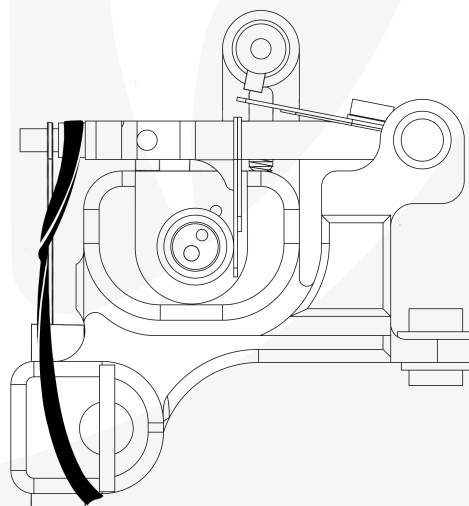

Fig 5: Placement de l'élastique pour contrecarrer la cartouche.
- **Instruction** : Placer un **élastique** à l'emplacement spécifique de la **barre d'armature**(1), destiné à **contrecarrer la membrane de la cartouche** (Fig. 5)